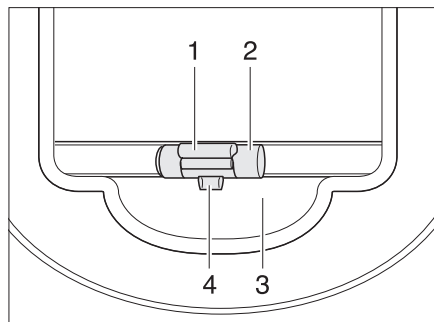

Bild 26 Verdunklungsrollo
**Schließen:** ■ Das Verdunklungsrollo am Griff (Bild 26,2) nach unten ziehen und einrasten lassen.
**Öffnen:** ■ Das Verdunklungsrollo am Griff (Bild 26,2) leicht nach unten ziehen und die Entriegelungsleiste (Bild 26,1) nach außen drücken. Die Verriegelung (Bild 26,4) löst sich aus der Aufnahme (Bild 26,3).